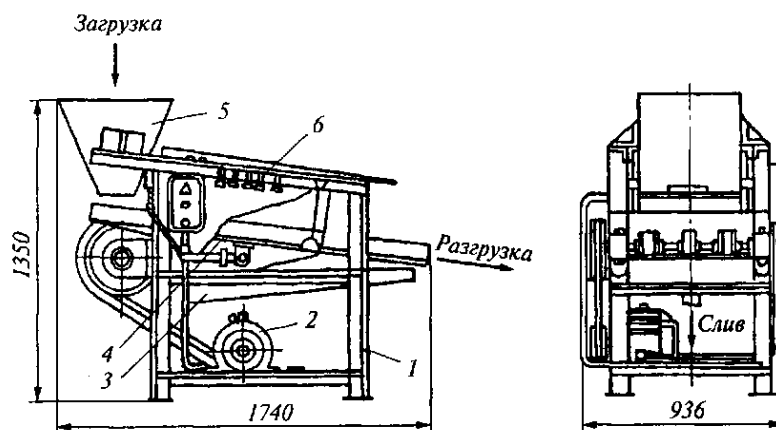

Рис. 3. Моечно-встряхивающая машина КМЦ
51. Выполнить чертёж машины (рис. 3) в масштабе 1:2.
52. Выполнить чертёж машины (рис. 3) в масштабе 1:2,5.
53. Выполнить чертёж машины (рис. 3) в масштабе 1:4.
54. Выполнить чертёж машины (рис. 3) в масштабе 1:5.
55. Выполнить чертёж машины (рис. 3) в масштабе 1:10.
56. Выполнить чертёж машины (рис. 3) в масштабе 1:15.
57. Выполнить чертёж машины (рис. 3) в масштабе 1:20.
58. Выполнить чертёж машины (рис. 3) в масштабе 1:25.
59. Выполнить чертёж машины (рис. 3) в масштабе 1:40.
60. Выполнить чертёж машины (рис. 3) в масштабе 1:50.
61. Выполнить чертёж машины (рис. 3) в масштабе 1:75.
62. Выполнить чертёж машины (рис. 3) в масштабе 1:100.
63. Выполнить чертёж машины (рис. 3) в масштабе 1:200.
64. Выполнить чертёж машины (рис. 3) в масштабе 1:400.
65. Выполнить чертёж машины (рис. 3) в масштабе 1:500.
66. Выполнить чертёж машины (рис. 3) в масштабе 1:800.
67. Выполнить чертёж машины (рис. 3) в масштабе 1:1000.
68. Выполнить чертёж машины (рис. 3) в масштабе 1:1.
69. Выполнить чертёж машины (рис. 3) в масштабе 2:1.
70. Выполнить чертёж машины (рис. 3) в масштабе 2,5:1.
71. Выполнить чертёж машины (рис. 3) в масштабе 4:1.
72. Выполнить чертёж машины (рис. 3) в масштабе 5:1.
73. Выполнить чертёж машины (рис. 3) в масштабе 10:1.
74. Выполнить чертёж машины (рис. 3) в масштабе 20:1.
75. Выполнить чертёж машины (рис. 3) в масштабе 40:1.